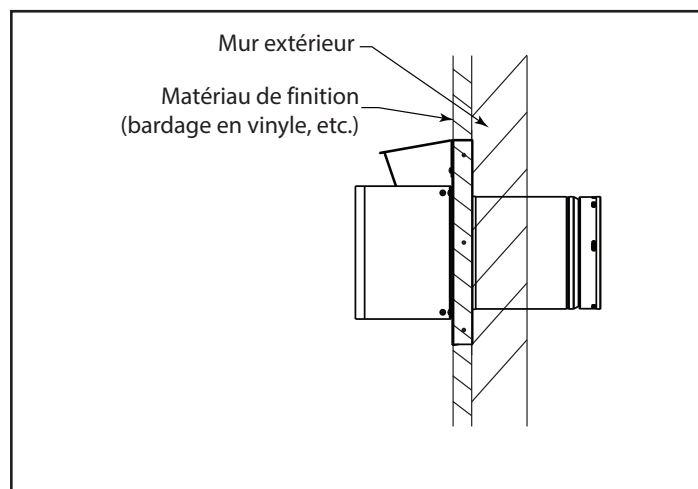

Figure 3.1 – Chapeau de conduit sur le mur
- Le chapeau de conduit **NE DOIT PAS** être encastré dans le mur ou le bardage (figure 3.1).